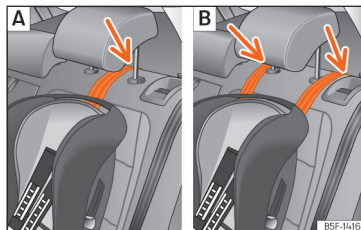

Abb. 41 Rücksitz: Einstellung und Einbau unter Verwendung des Top Tether-Gurts.
- Führen Sie den Gurt unter der Kopfstütze durch (in Abhängigkeit der Gebrauchsanweisungen des Kindersitzes ggf. Kopfstütze anheben oder entfernen) »» (Abb. 41).